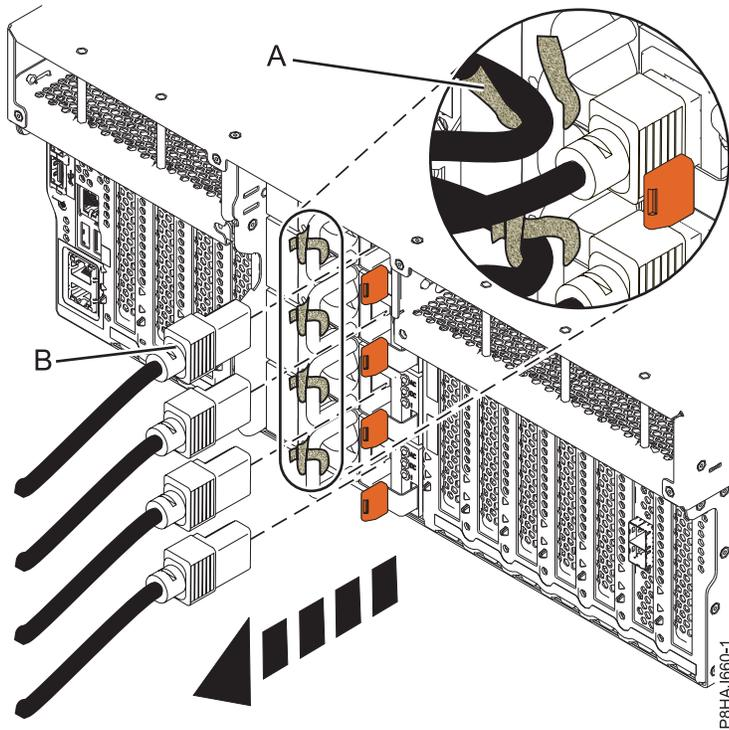
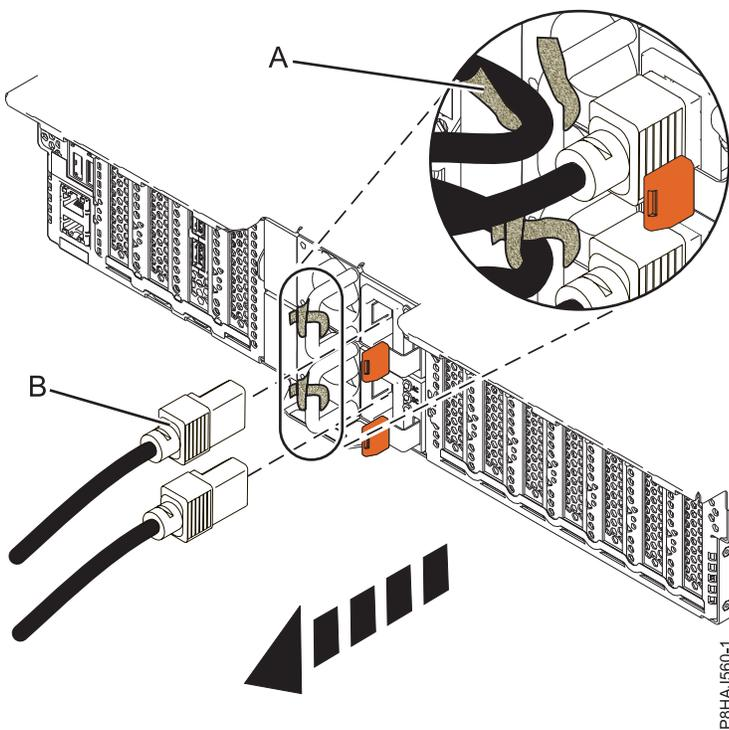
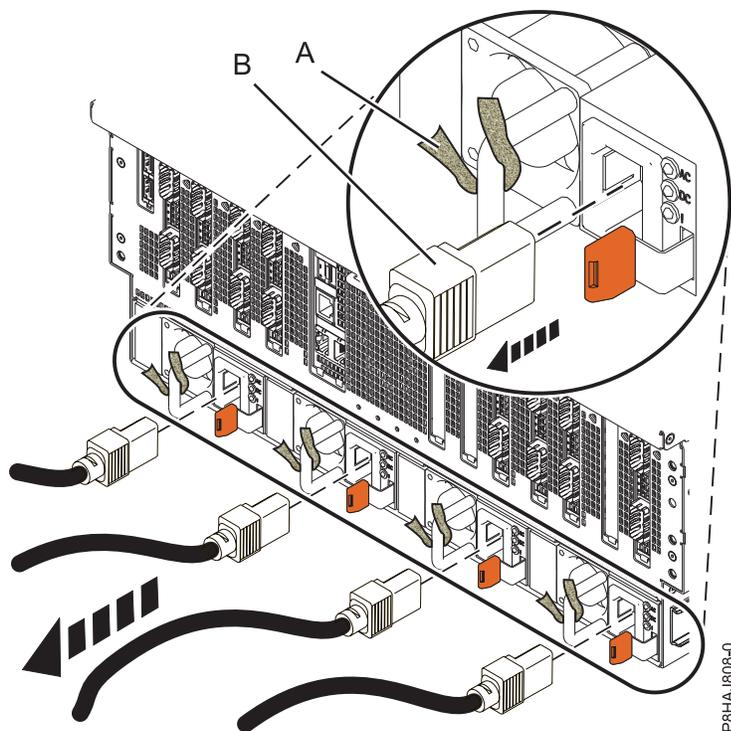

図 28. 8247-42L、8286-41A、または 8286-42A システムからの電源コードの取り外し
図 29. 5148-21L、5148-22L、8247-21L、8247-22L、8284-21A、または 8284-22A システムからの電源コードの取り外し
図 30. 8408-44E または 8408-E8E システムからの電源コードの取り外し
3. 電源コード (B) をシステム装置から切り離します。ご使用のシステムのタイプに応じて、46 ページの図 28、46 ページの図 29、または 47 ページの図 30を参照してください。